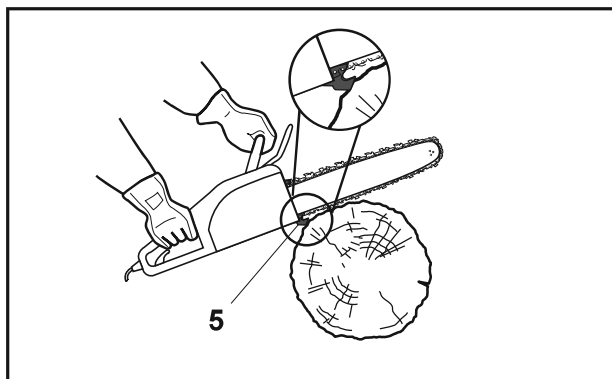

Fig. 18
5. Certifique-se de que a corrente (12) está a funcionar à velocidade máxima antes de a mesma entrar em contacto com a madeira. Utilize o batente serrilhado (5) para fixar o produto na madeira antes de iniciar o corte e utilize-o como ponto de alavancagem durante o corte (Fig. 18).